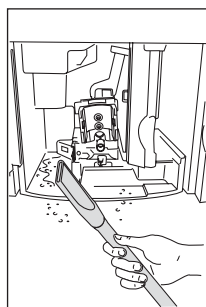

Рис. 38
- ▶ Удалите остатки пылесосом (Рис. 38).